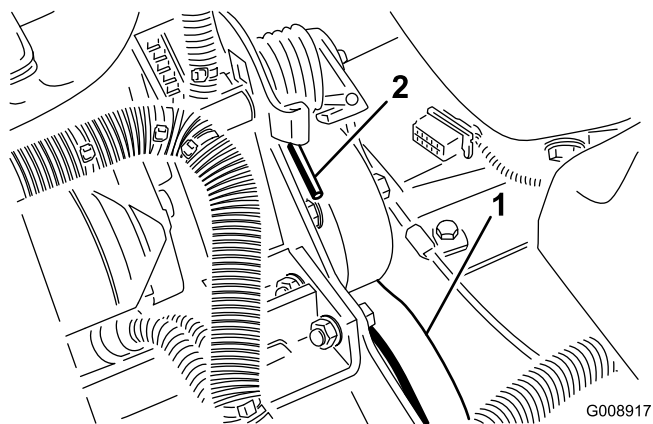

Figura 55
2. Premete l'estremità della molla e spingetela in avanti (Figura 55) per sbloccarla dalla staffa e rilasciare la tensione della molla.